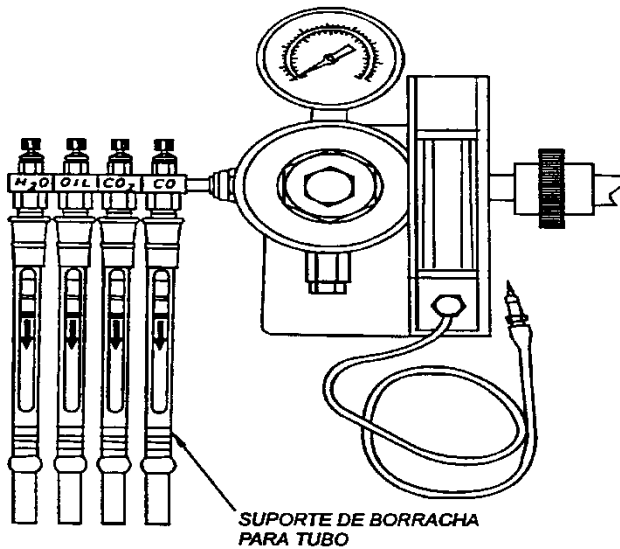

Figura 3
8. Coloque cada tubo detector em seu apropriado suporte de borracha, conforme indicado na etiqueta do distribuidor (Figura 3).